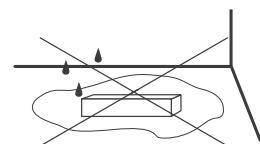

Рис. 4. Не устанавливать источник в местах скопления воды.
- 4.11. Не размещайте источник в местах и нишах, где может скапливаться вода. Нахождение источника в воде [лужа, таящий снег] вызывает разрушающие электрохимические процессы (Рис. 4).